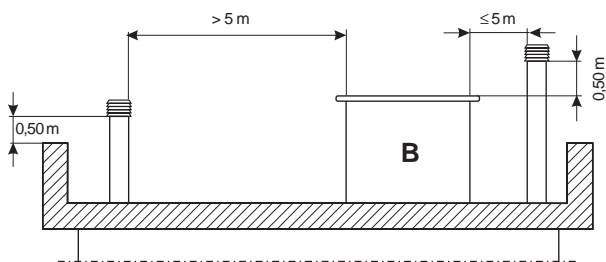

Fig. 5.2.4
- Sur les figures 5.2.4(TOIT PLAT; **B** Volume technique) et 5.2.5 (TOIT INCLINE; **B** Au-dessus du comble) sont représentées les données du tableau des prescriptions UNI 10683/98 relatives aux distances et à l'emplacement des cheminées.